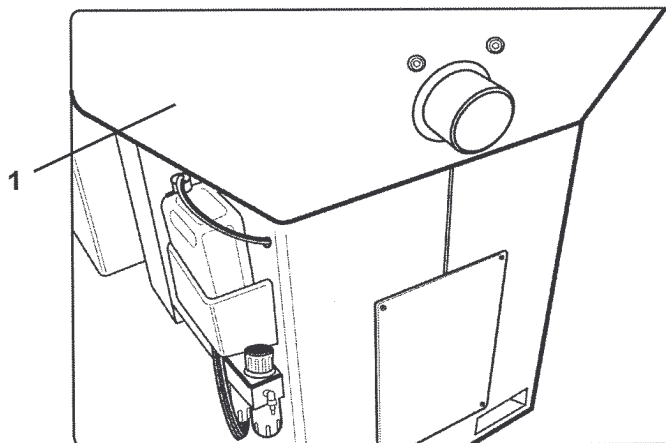

Fig. 09-09
- Aprire il carter di protezione posteriore '1' - Fig. 09-09.
- Chiudere il carter di protezione '1' - Fig. 09-09.